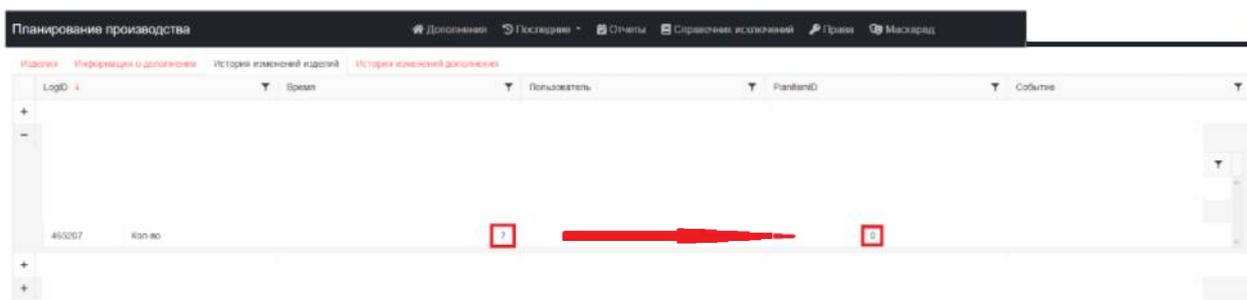

Рисунок 72 – Вкладка «История изменений изделий»
– вкладка «История изменений изделий» (рис. 72) – отображаются все изменения по позиции дополнения (изделия);